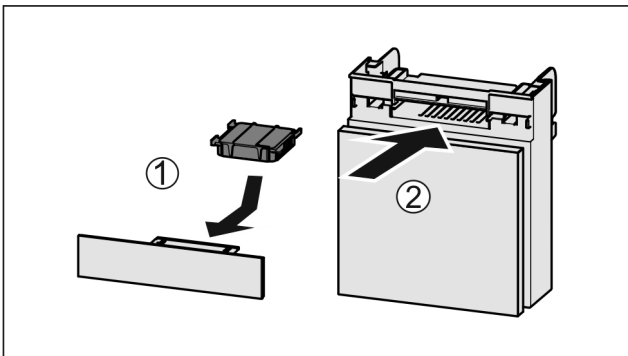

Fig. 84
- ▶ Wkładać Fig. 84 (1) filtr z węglem aktywnym zgodnie z ilustracją.
- ▶ Wsunąć komorę Fig. 84 (2).